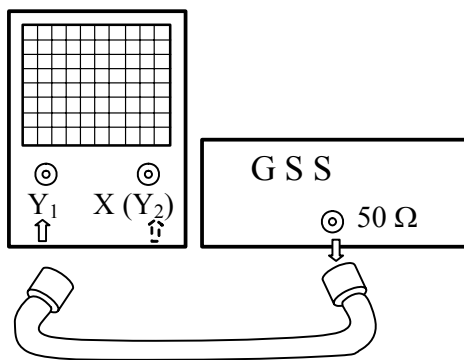

Figura 1
Lucrări de efectuat în laborator**1. Verificarea coeficientului de deviație verticală (figura 1)**
2. Verificarea coeficientului de deviație orizontală (figura 1)
3. Verificarea coeficientului de baleiaj (figura 1)
4. Determinarea benzii de frecvență (c.a.) la -3 dB (figura 1): $f_{\min} = \dots\dots$ Hz; $f_{\max} = \dots\dots$ MHz